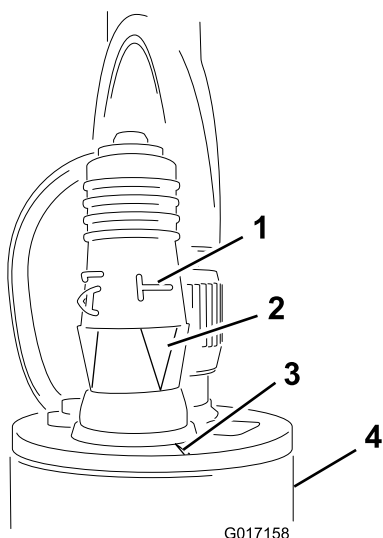

Figura 14
5. Instale el conector de programación en el sensor (Figura 14).
Importante: Asegúrese de alinear la flecha situada debajo de la letra 'T' en horizontal con la muesca del borde superior del sensor (Figura 14).